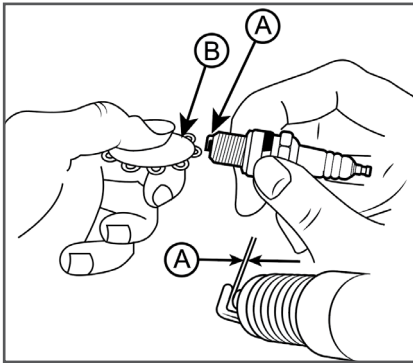

Рис. 18 Обслуживание свечи зажигания
- Измерьте зазор между электродами свечи зажигания специальным щупом. Зазор должен быть 0,7-0,8 мм (Рис. 18). При увеличении или уменьшении требуемого зазора, рекомендуется заменить свечу, так как регулировка зазора может привести к изменению качества искрообразования.